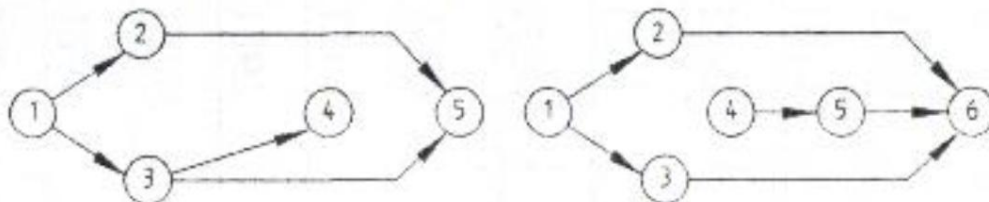

Рис.7
7. В сетевом графике не должно быть «тупиков», т.е. событий, из которых не выходит ни одной работы, кроме завершающей. Так же не должно быть и «хвостов», т.е. событий, в которые не входит ни одной работы, кроме исходного события (Рис.7).